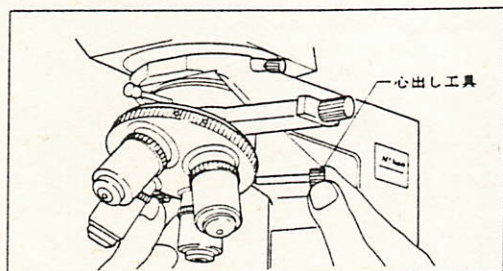

図11
- 2) レボルバの心出しねじに心出し工具を差し込みます。(図11)